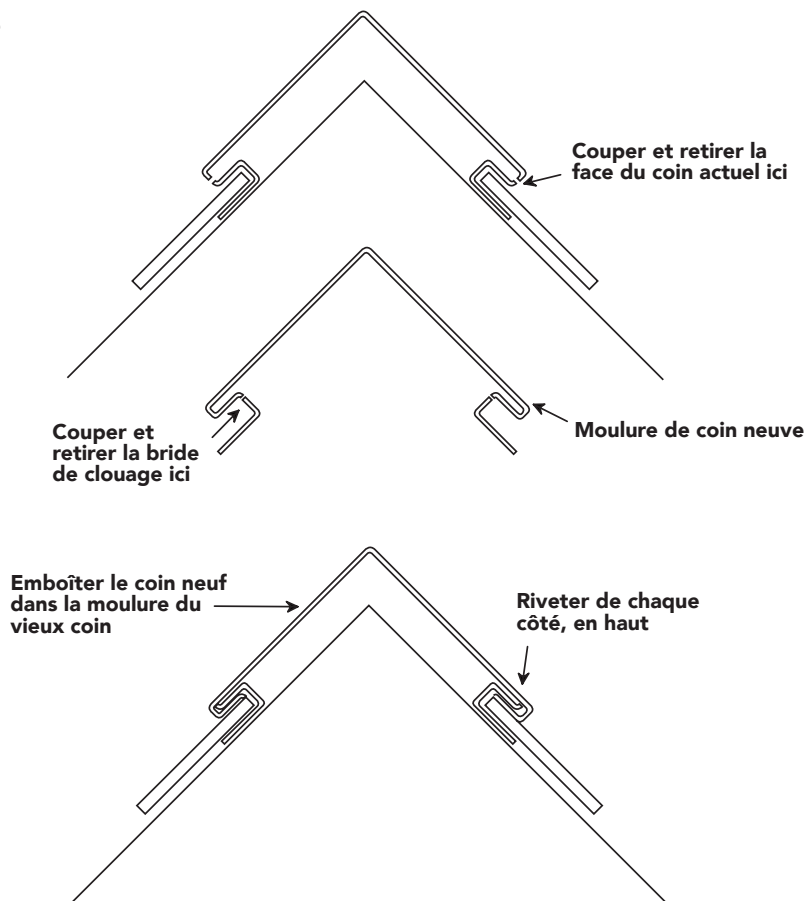

Figure 78
- Enlever la bride de clouage du coin de rechange (Figure 78).